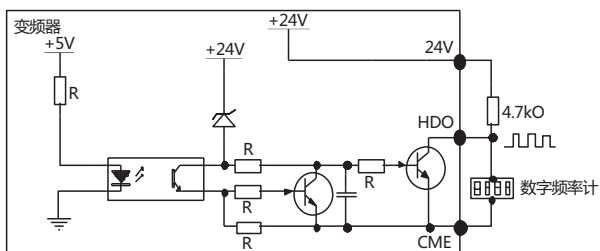

图4.19 输出端子HDO连接方式1
(2) 多功能输出端子Y也可使用外部电源，接线方式如图4.19所示。